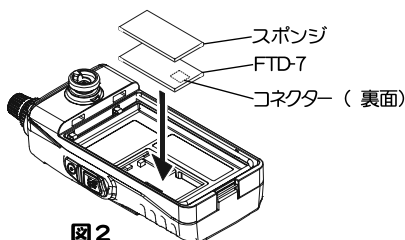

図2
3. 付属の新しいシールを貼り、電池パックを取り付けます (図2)。